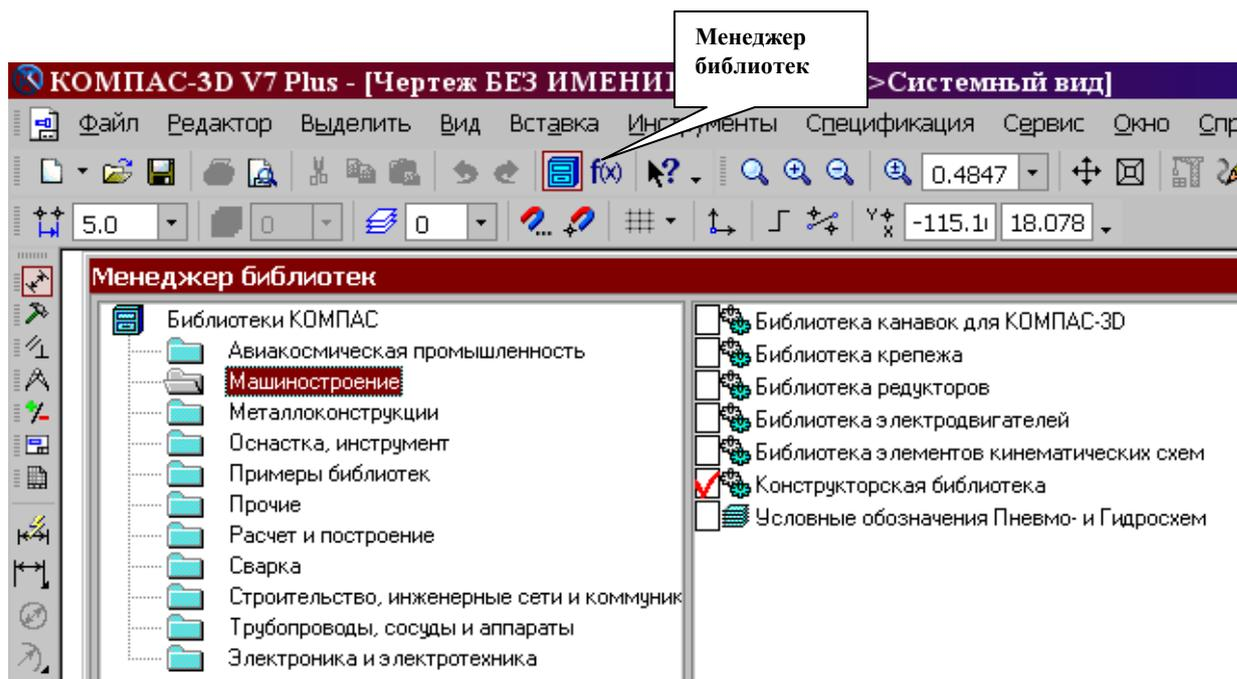
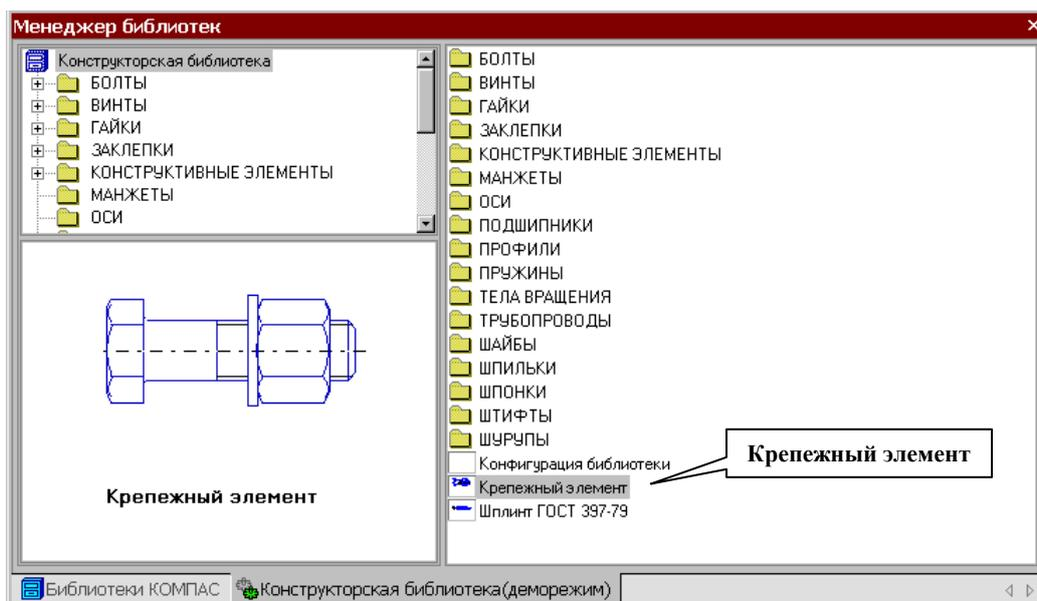
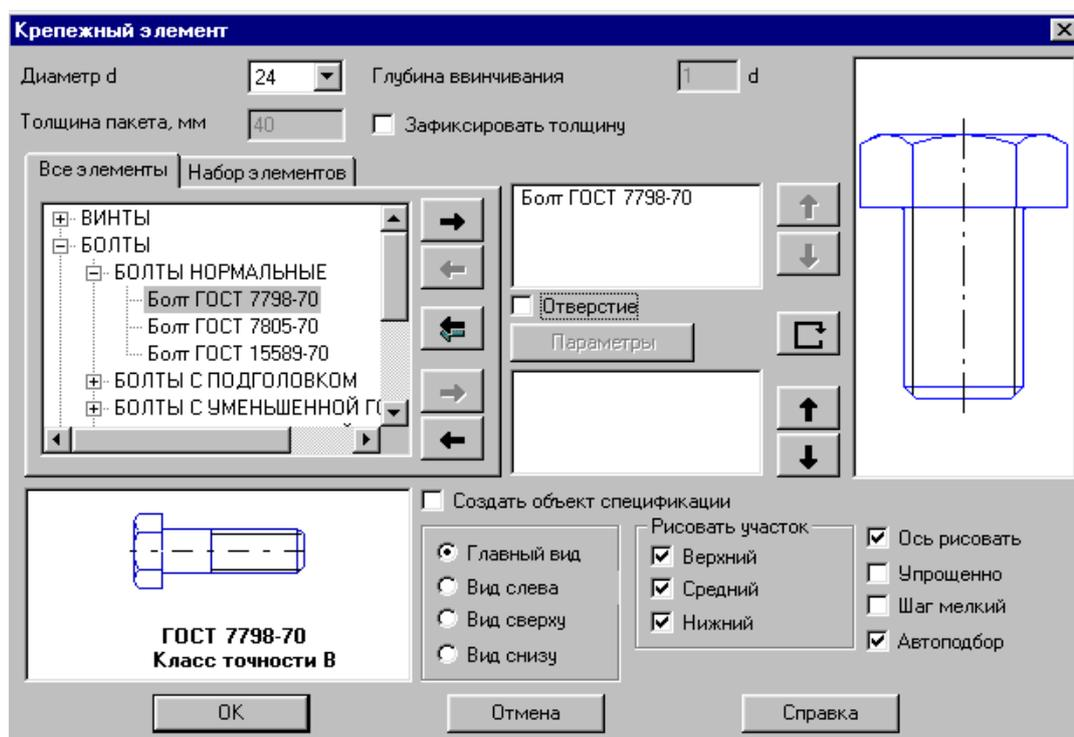

Рис.119 Менеджер библиотек
Рис.120 Конфигурация Конструкторской библиотеки
Рис.121 Выбор болта в окне **Крепежный элемент**
1. Нажмите на кнопку  Менеджер библиотек (рис.119). На экране появится окно Менеджера библиотек, в левой части которого отображается список разделов Менеджера библиотек. Для того чтобы посмотреть содержимое раздела следует щелкнуть по его названию, в правой части окна отобразится структура раздела.
На рис.119 в левой части окна показаны библиотеки системы КОМПАС, в правой части – содержимое библиотеки Машиностроение.
3. Двойным щелчком запустить Конструкторскую библиотеку (рис.119). В Конструкторской библиотеке (рис.120) представлены данные, сгруппированные в разделы: болты, гайки, шайбы и т.д. Чтобы открыть раздел, нужно щелкнуть левой кнопкой на знаке плюс (+), расположенного слева от заголовка раздела, при этом открываются строки подменю: различные виды болтов, гаек и т.д. Для того чтобы свернуть раздел, щелкните на значке минус, появившегося на месте знака плюс после того, как раздел развернулся. Если выделить в списке элемент раздела, то в правой части окна появится его изображение.
3. Для проектирования резьбовых соединений в Конструкторской библиотеке нужно выбрать раздел: **Крепежный элемент** (рис.120). В открывшемся окне (рис.121) выбираем вкладку **Все элементы**. Работая в
В окне Крепежный элемент (рис.121) представлены данные на различные виды крепежных элементов, например, болты различных форм и размеров. После выбора стандарта болта (ГОСТ 7798-70 для всех вариантов) необходимо задать номинальный диаметр (d) его резьбы, выбрав его из базы данных стандартных значений. Ряд открывается, если нажать на небольшой черный треугольник, расположенный справа в окне значений диаметра d. Кроме этого нужно зафиксировать толщину пакета зажимаемых деталей, вводя это значение с клавиатуры. Можно не фиксировать толщину пакета, при этом болт на чертеже будет «резиновый», его можно растянуть до нужной длины. Шаг резьбы болта выбирать крупный.